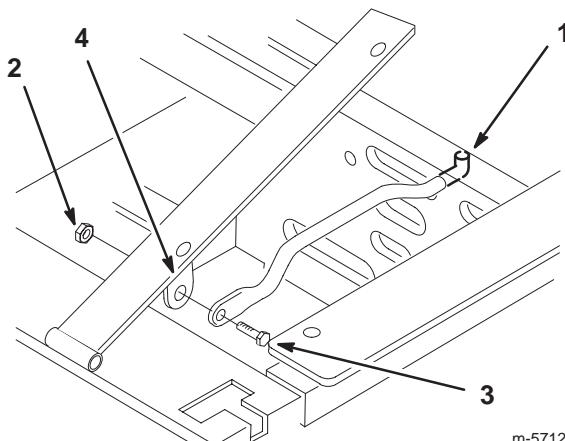

Bild 3
1. Kippen Sie den Sitz hoch. Lösen Sie die Sicherungsmutter ($5/16"$) von der Schraube, die die Haltestange am Sitzrahmen befestigt (Bild 3).
2. Entfernen Sie die Haltestange vom Sitz und führen Sie das L-förmige Stangenende durch die Öffnung direkt über der linken Hydraulikpumpe (Bild 3).
3. Halten Sie die Sitz-Haltestange außen an die Befestigungsleiste für den Sitz; sichern Sie die Haltestange mit einer Schraube ($5/16" \times 1"$) und einer Sicherungsmutter ($5/16"$) (Bild 3).